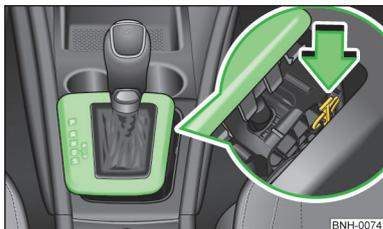

Fig. 141
- › Con un dito premere il componente in plastica di colore giallo nella direzione indicata dalla freccia » fig. 141.